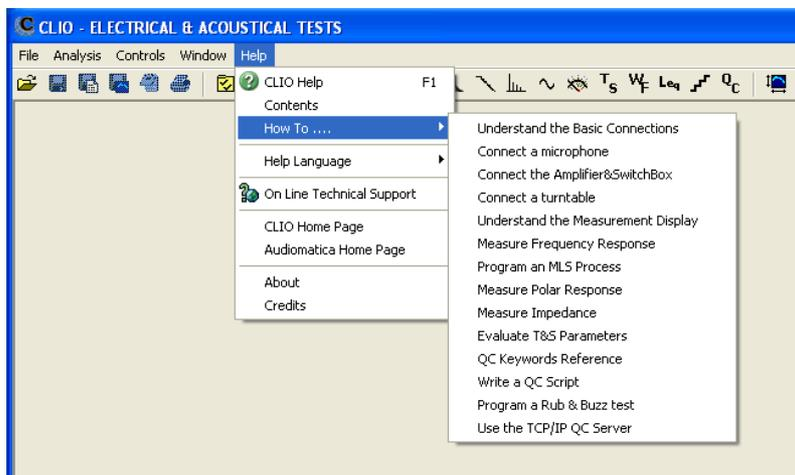

图4-29
1) 从帮助菜单您可以通过多种途径获取帮助，如电子手册、互联网等，如图4-29。